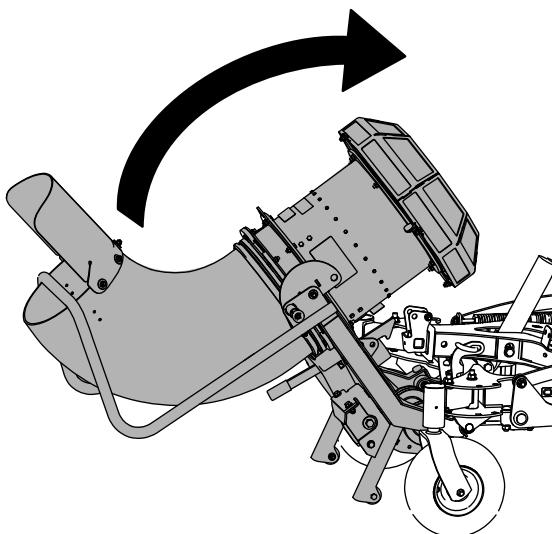
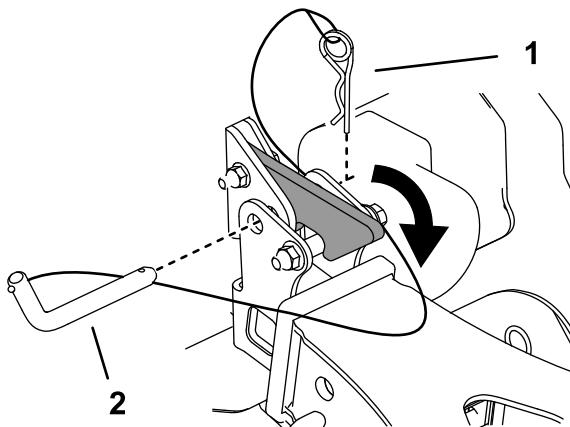

Figure 24
Figure 25
- Levez la souffleuse jusqu'à ce qu'elle s'enclenche sur le dispositif d'attelage (Figure 24 et Figure 25).
2. Fixez-la sur le dispositif d'attelage avec la goupille d'attelage et la goupille fendue attachées au dispositif (Figure 25).